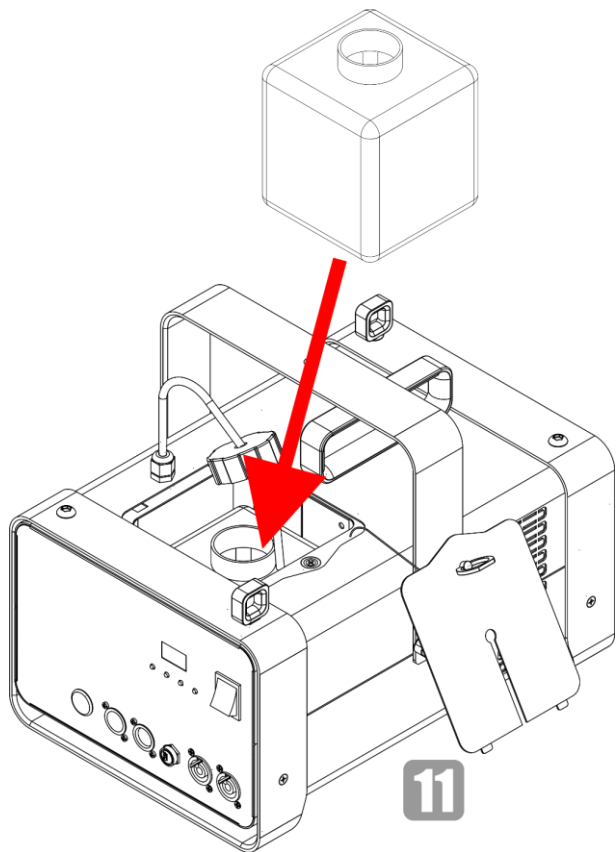

Fig. 29
- 11) Rimettere il serbatoio del liquido nel dispositivo, come mostrato nella Fig. 29.